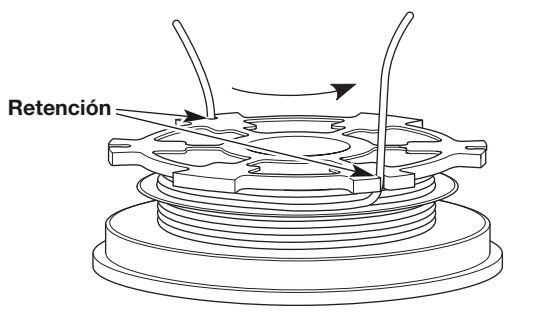

Fig. 17
3. Inserte las dos secciones de 6 pulgadas dentro de las dos ranuras de retención de 0.095 (Fig. 17).
4. Inserte las dos secciones de 6 pulgadas dentro de las dos ranuras de retención de 0.095 (Fig. 17).